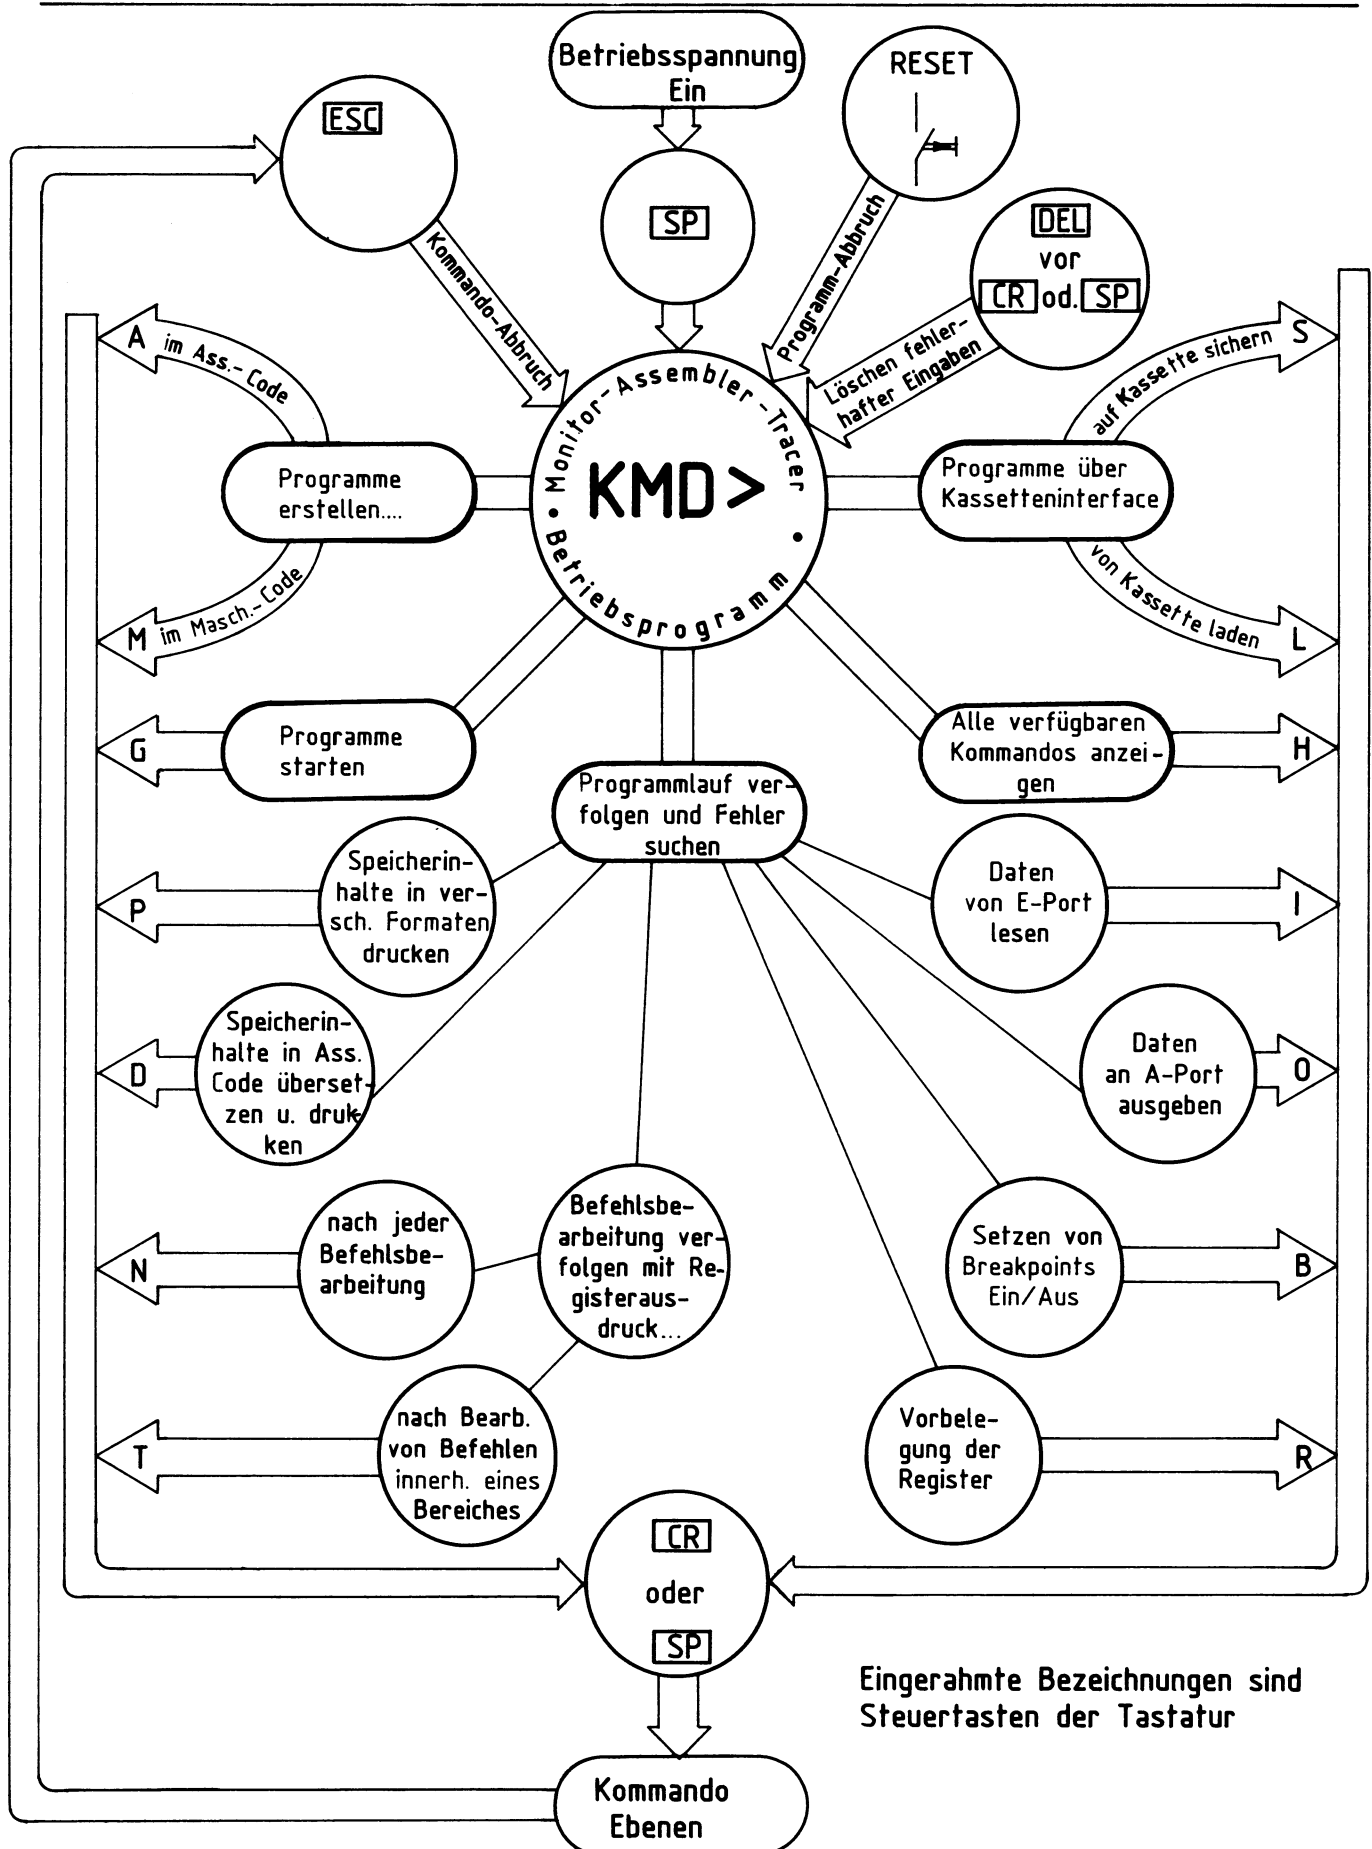

Bild 5: Zuordnung der Kommandos zu Einsatzgebieten
Die in Bild 5 dargestellte Grafik zeigt die beschriebenen Kommandos nach Einsatzgebieten geordnet.
- Die Rückkehr aus den Kommandoebenen in das Betriebsprogramm erfolgt durch Betätigen der ESC-Taste (Escape = flüchten). Siehe hierzu auch Bild 5.